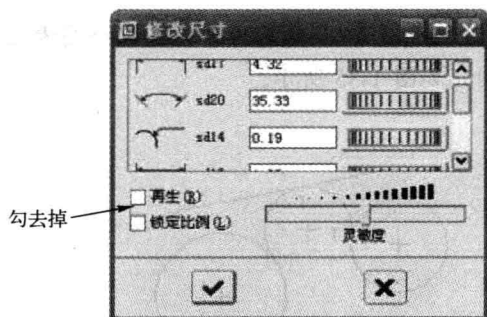
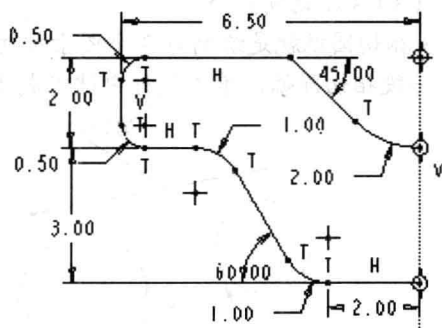

图 1-30 “修改尺寸”对话框
图 1-31 修改尺寸
② “35.33”角度的标注。鼠标单击水平直线，再单击斜线，移动鼠标到两相交直线夹角的适当的位置，单击鼠标中键，放置尺寸，同时完成角度尺寸标注。
③ “0.19”半径的标注。单击圆弧，再移动鼠标到圆弧外适当的位置，单击鼠标中键，放置尺寸，同时完成半径尺寸标注。
9) 修改尺寸。单击工具条中的“修改尺寸”按钮，选择要修改的尺寸，弹出“修改尺寸”对话框，如图 1-30 所示。修改尺寸前最好将“再生”复选框中的“√”取消。选中所有要修改的尺寸，将其修改为零件图中所标注的尺寸。然后单击对话框中的按钮，完成尺寸的修改，如图 1-31 所示。